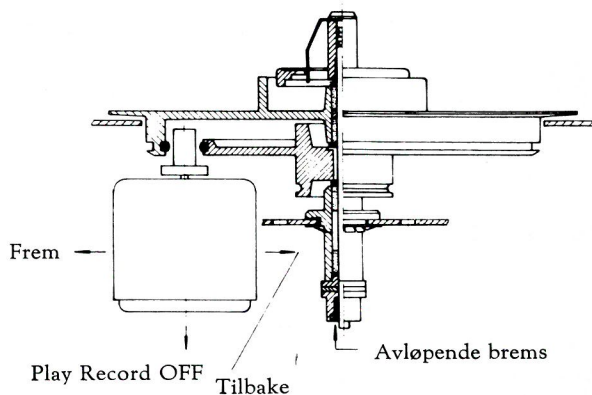
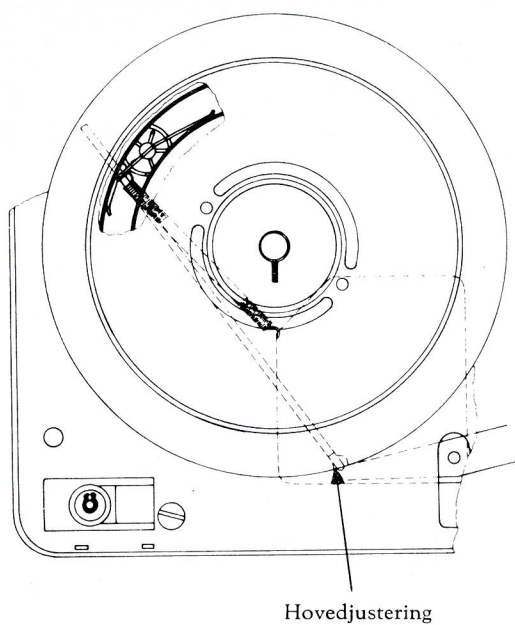

Fig. 8.
Fig. 10.
5. Hovedbrems: Til justering av hovedbrems vil det være gunstig å bruke en spaltetallerken hvor ytre og indre gumming er synlige gjennom en utfresing i nedre spoletallerken. (Se fig. 10). I samtlige bevegelsesstillinger er bremsen i nøytralposisjon, men trer i funksjon når apparatet settes i «OFF». Det er viktig at ytre gumming får kontakt med bremsen før den indre. Dette for å hindre «båndsalat». Justering foretas ved å bøye forsiktig på bremsens fjærblad og/eller ved å bende på bremsestangen ved trykkvalsearm.
Motorens nøytralstilling ute av justering (se fig. 8). Hovedbrems ute av justering (se fig. 10).